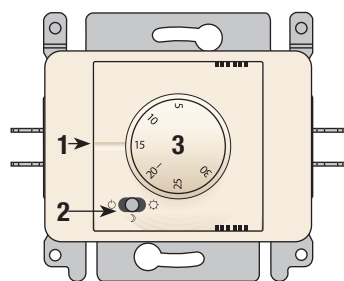

Abb.3
Teile (Abb.3)
- Eingestellter Wert: der Strich zeigt auf die gewünschte Temperatur (z.B. in Abb. 3 ist der Thermostat auf 15°C eingestellt).